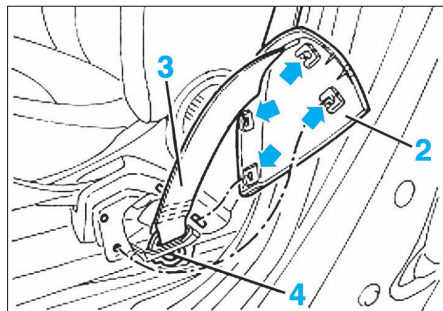

FIG. 10
- Déposer le cache latéral (2) de la ceinture de sécurité (3) (Fig.10).
- Déposer la vis de fixation (4) de la ceinture sur l'armature du siège.